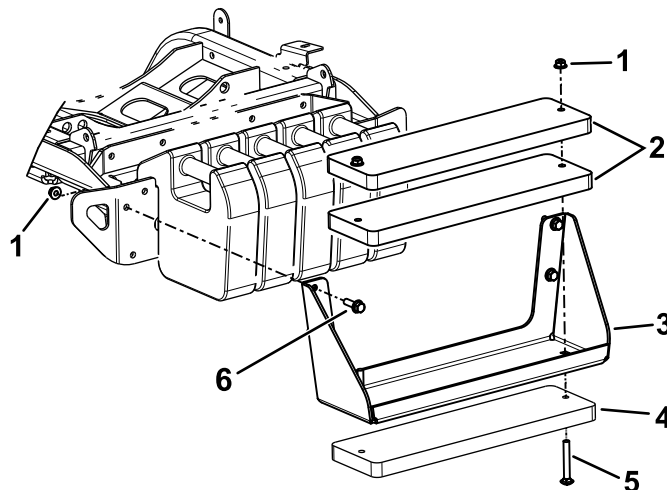

Figure 20
Remarque: Voir la procédure sous Figure 20.
- A. Utilisez les boulons ($\frac{3}{8}$ " x 4") et écrous ($\frac{3}{8}$ ") pour fixer les 3 masses sur le support (Figure 20).
- B. Utilisez les boulons à tête hexagonale et les écrous (inclus dans le kit) pour fixer le support de masses sur la machine (Figure 20).
- A. Déposez le support de masses de la machine (Figure 20).
- C. Utilisez les boulons ($\frac{3}{8}$ " x 4") et écrous ($\frac{3}{8}$ ") pour fixer les 3 masses sur le support (Figure 20).
- D. Utilisez les fixations retirées précédemment pour fixer le support de masses sur la machine (Figure 20).